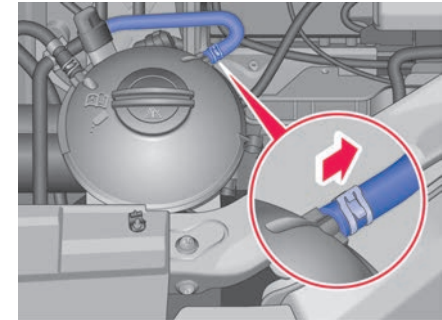

Abb. 195 Im Frontraum: Schlauchanschluss Motorkühlmittelausgleichsbehälter.
3. Klickschelle mit einem geeigneten Werkzeug an der Entlüftungsleitung des Motorkühlmittelausgleichsbehälters lösen → **Abb. 195**.
→ **Abb. 195**, → Seite 534.
hälter schließen → **Abb. 195**.